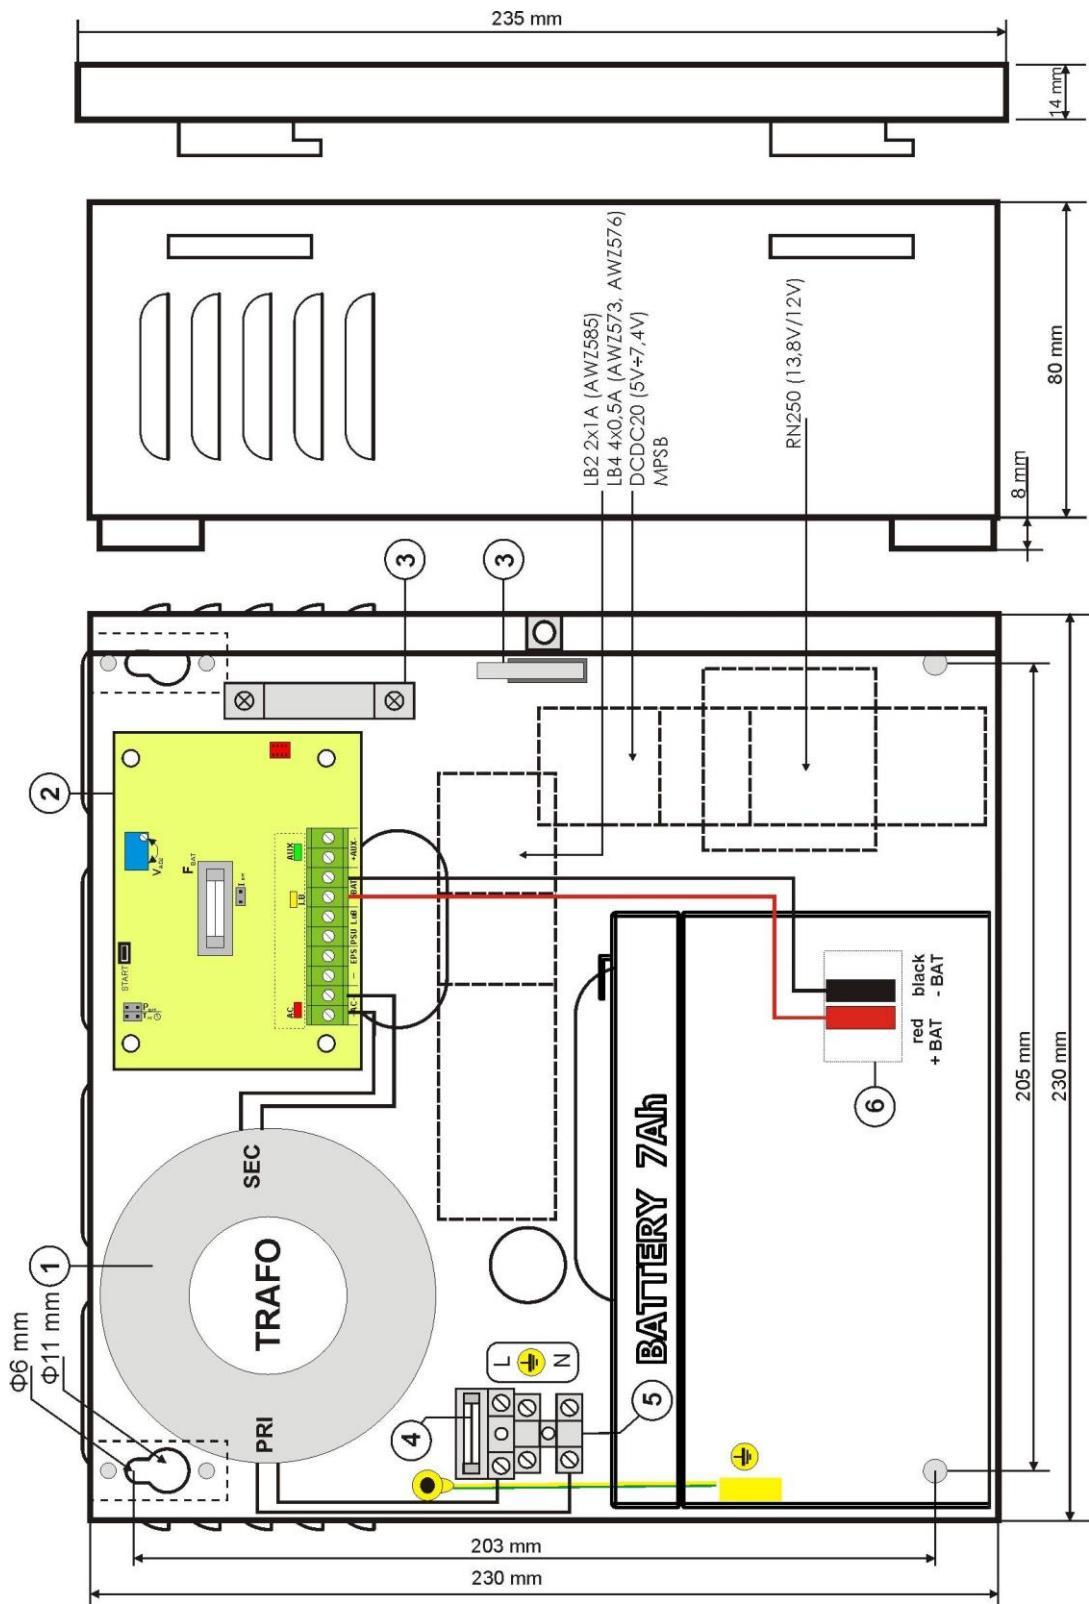

Abb. 3. Ansicht des Netzteils.
Tabelle 2. Elemente des Netzteils (siehe Abb. 3)
Befestigung	siehe Abbildung 3
- Den Akku an angewiesenen Stelle des Gehäuses (Abb. 3) montieren. Den Anschluss zwischen dem Akku und der Netzteilplatte ausführen. Dabei auf die Einhaltung der entsprechender Polarität besonders Acht zu geben.